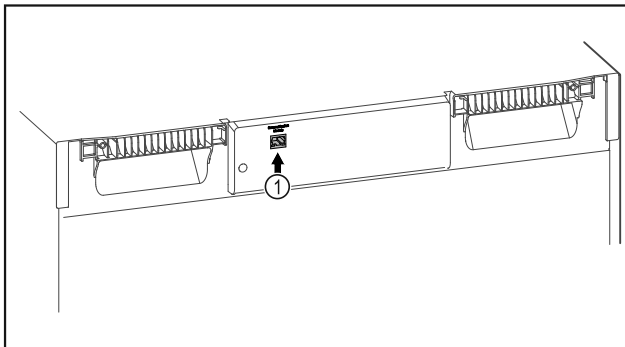

Fig. 70
- A SmartModule Fig. 70 (1) be van helyezve.